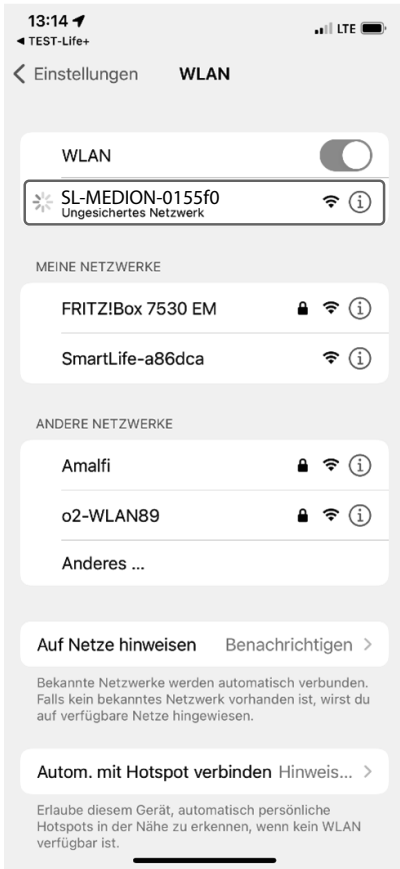

Fig. 7
- ▶ Sul proprio smartphone/tablet, selezionare la rete del robot aspirapolvere e lavapavimenti **SL-MEDION-XXX** tra le "Reti disponibili" (vedere la fig. 7).